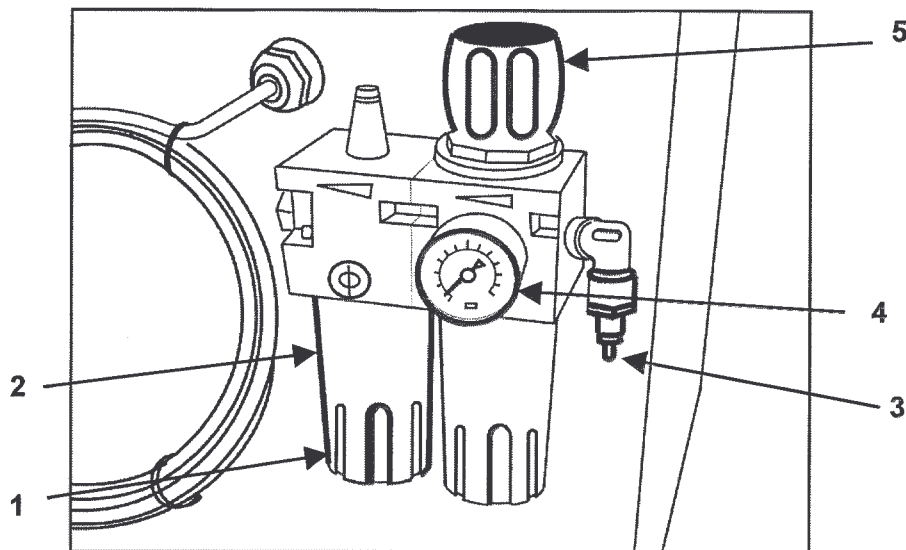

Fig. 07-02
- A** Prima di immettere aria nel circuito pneumatico controllare sul filtro di ingresso il livello dell'olio attraverso le feritoie "1"; se necessario, rabboccare svitando la relativa tazza "2" (Fig. 07-02)